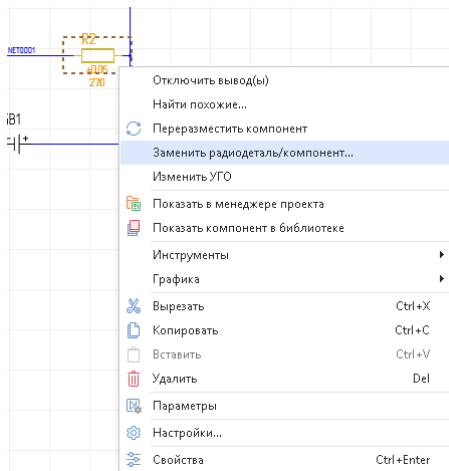

Рис. 88 Инструмент "Заменить радиодеталь/компонент"
1. Вызвать контекстное меню с размещенного компонента и выбрать «Заменить радиодеталь/компонент», см. Рис. 88.